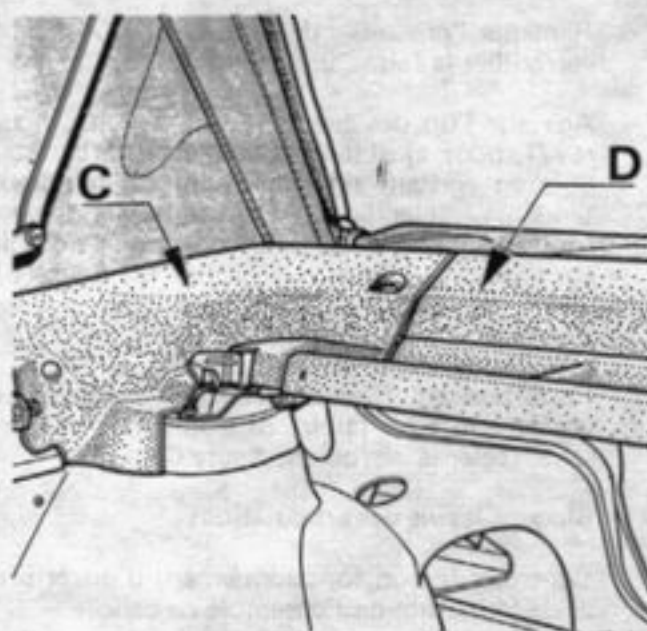

Figure 2
- . garnissage plastique de plage AR, partie latérale D et G et partie centrale (C et D, figure 2)